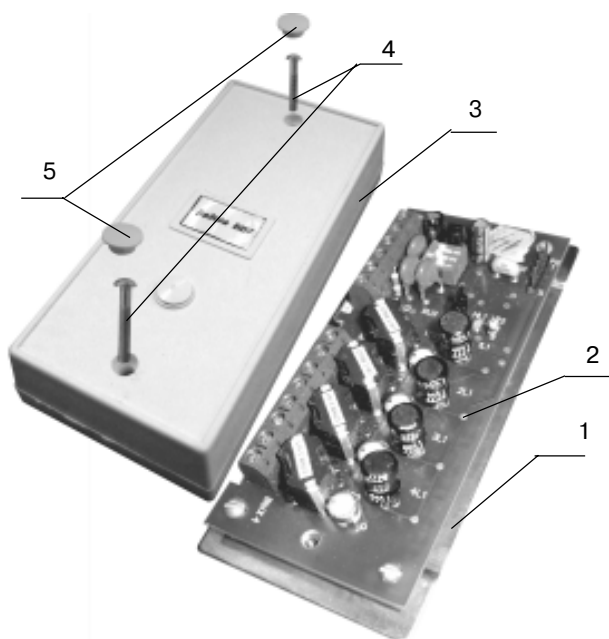

Рис.25
Конструкция БВУ представлена на рис.25.
БВУ состоит из основания 1, печатной платы 2 и крышки 3 (рис. 25). Крышка корпуса 3 крепится к основанию 1 с помощью фиксирующих винтов 4, которые закрываются, в крышке корпуса, защитными колпачками 5.
1. Перед установкой БВУ произвести его разборку (рис.25):